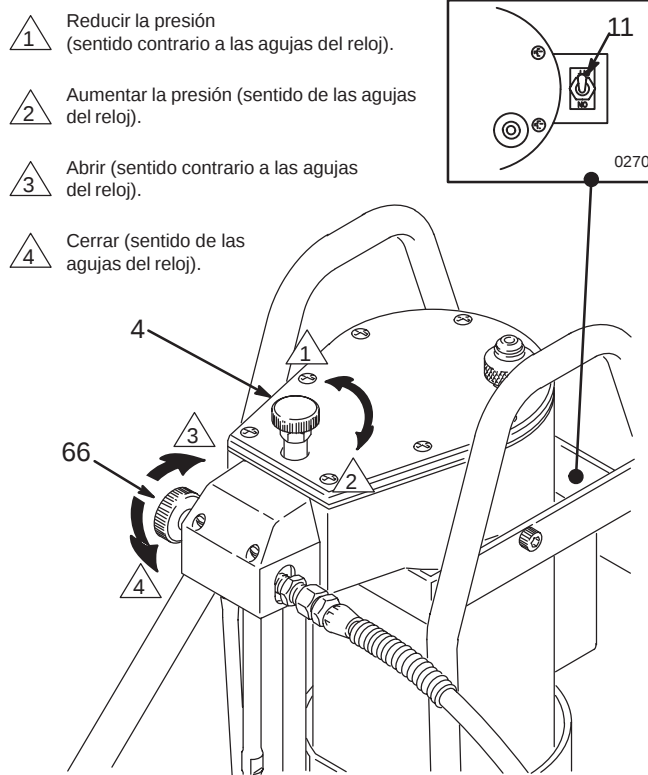

Fig. 7
1. Apague el pulverizador. Coloque la palanca de seguridad del gatillo. Abra la válvula de derivación (66) UNA vuelta **en sentido contrario a las agujas del reloj**. Suba la bomba de pintura justo por encima de la pintura y ponga en marcha el pulverizador para drenarlo. Vea la Fig. 7.
3. Compruebe que la palanca de seguridad del gatillo está colocada. Saque la boquilla de pulverización de la pistola. Suelte la palanca de seguridad. Mantenga una parte metálica de la pistola firmemente contra un lado de un recipiente metálico con puesta a tierra. Cierre la válvula de derivación (66). Dispare la pistola en el recipiente. Ponga en marcha el pulverizador. Controle la aparición del disolvente en el lado del recipiente. Suelte el gatillo. Apague el pulverizador.